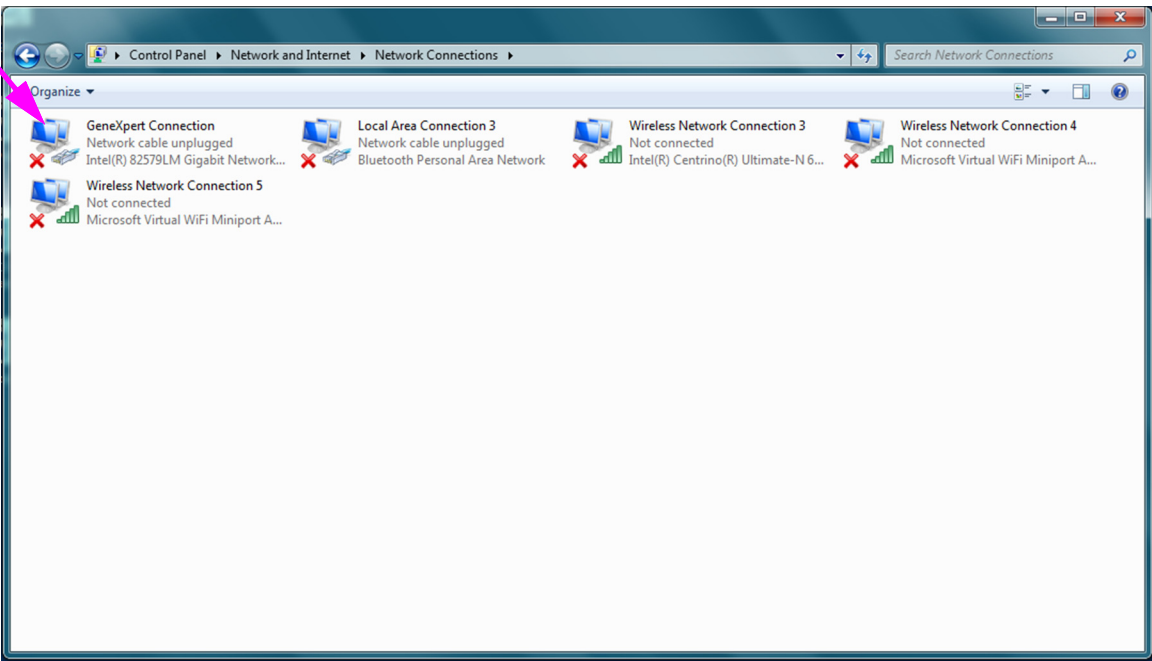

图 2-39. Network Connections（网络连接）屏幕
5. 单击 **Change adapter settings**（更改适配器设置）。此时出现 Network Connections（网络连接）屏幕。参见图 2-39。